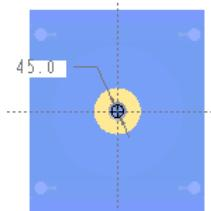

图 30.29 截面草图
Step3. 绘制截面草图。绘制图 30.29 所示的截面草图(一个圆)，完成截面的绘制后，单击“草绘”操控板中的“确定”按钮 。